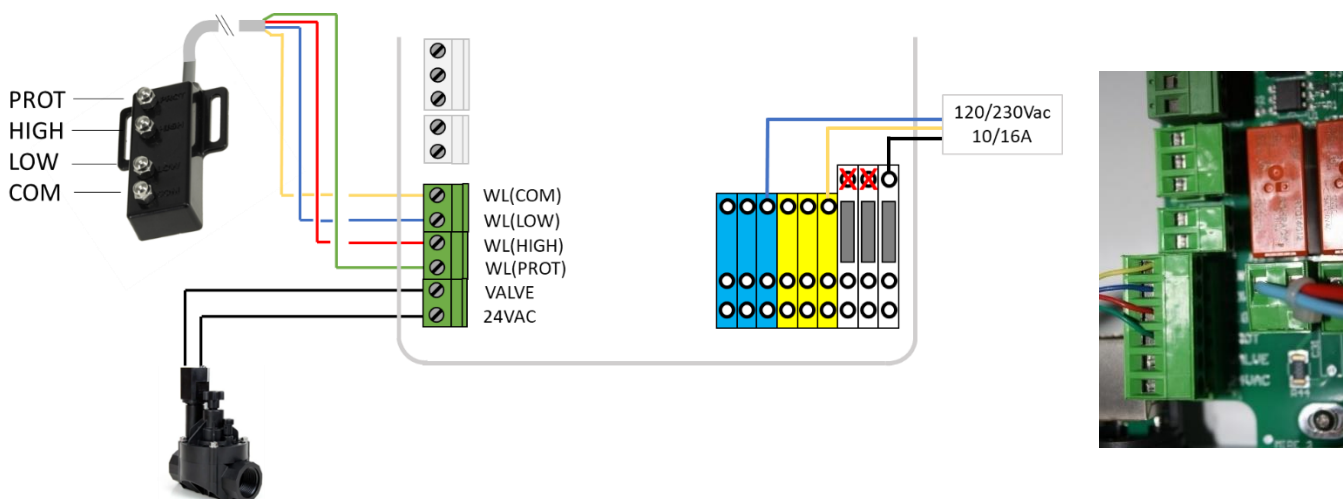

Figure 56 – Raccordement du capteur de niveau d'eau
- Raccordez l'extrémité du câble 2 conducteurs au connecteur J20 repéré WL (VALVE) selon Figure 56 – Raccordement du capteur de niveau d'eau. La polarité n'a pas d'importance.